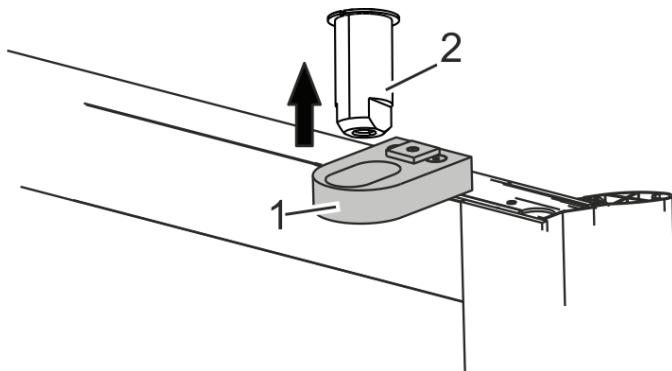

Рис. 55 Запорный штифт
- Использовать ручное устройство разблокировки замка или отвертку для перемещения запорного штифта (рис. 55/1) в потолок через резьбовое отверстие (M8), чтобы установить запорный штифт над запорной планкой (рис. 55/1).